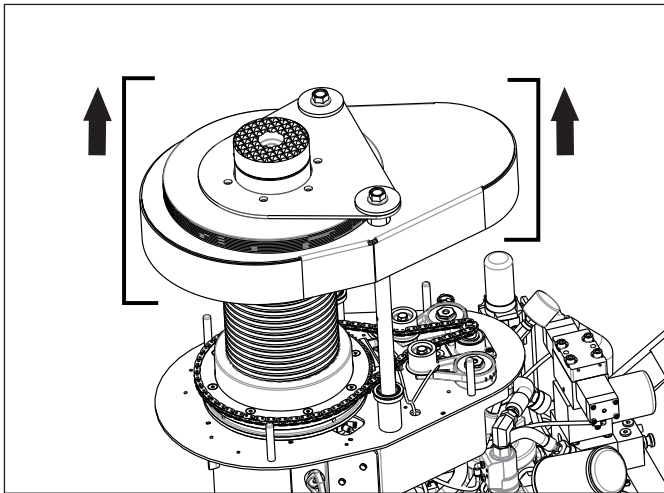

图 18，抬起前检修盖以使螺纹露出
4. 抬起千斤顶前检修盖，让尽可能多的液压缸螺纹暴露在外。参见图 18。